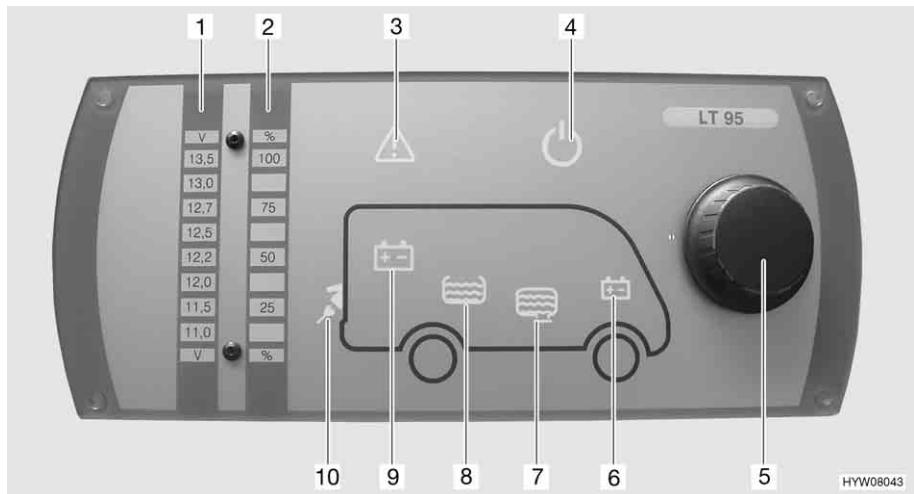

Fig. 70 Pannello di controllo (LT 95)
Il pulsante a rotazione (Fig. 70,5) inserisce o disinserisce il pannello di controllo e l'alimentazione a 12 V dell'abitacolo.
- Premere il pulsante a rotazione (Fig. 70,5): L'alimentazione a 12 V dell'abitacolo è inserita. La spia di controllo a 12 V (Fig. 70,4) diventa verde.
- Premere il pulsante a rotazione (Fig. 70,5): L'alimentazione a 12 V dell'abitacolo è disinserita. La spia di controllo a 12 V (Fig. 70,4) si spegne.
Mediante il pulsante a rotazione (Fig. 70,5) si possono interrogare sia la tensione della batteria dell'abitacolo che la tensione della batteria di avviamento. La tensione viene visualizzata sulla scala indicatore per la tensione della batteria (Fig. 70,1).
- Ruotare il pulsante a rotazione (Fig. 70,5), finché si accende il simbolo della batteria della quale deve essere interrogata la tensione.
Viene indicata la tensione della batteria dell'abitacolo (Fig. 70,9)
Viene indicata la tensione della batteria di avviamento (Fig. 70,6)
- Leggere la tensione sulla scala indicatore della tensione della batteria (Fig. 70,1).
Mediante il pulsante a rotazione (Fig. 70,5) si possono interrogare sia il livello del serbatoio dell'acqua che il livello del serbatoio delle acque grigie. Il livello viene visualizzato sulla scala indicatore livello dei serbatoi (Fig. 70,2).
- Ruotare il pulsante a rotazione (Fig. 70,5), finché si accende il simbolo del serbatoio del quale deve essere interrogato il livello.
Viene indicato il livello del serbatoio dell'acqua (Fig. 70,8)
Viene indicato il livello del serbatoio delle acque grigie (Fig. 70,7)
- Leggere il livello sulla scala indicatore del livello serbatoio (Fig. 70,2).
La spia luminosa Alarm (Fig. 70,3) lampeggia non appena i valori limite fissati vengono superati per eccesso o per difetto.
La spia luminosa Alarm (Fig. 70,3) lampeggia non appena la tensione della batteria scende al di sotto di 11 V. Se l'alimentazione a 12 V è accesa, si accende anche il relativo simbolo della batteria (Fig. 70,6 o 9), e l'indicatore "11,0" sulla scala indicatore della tensione della batteria (Fig. 70,1) lampeggia. Rischio di uno scaricamento totale della batteria.
La spia luminosa Alarm (Fig. 70,3) lampeggiava ed il relativo simbolo del serbatoio (Fig. 70,7 o 8) si accende non appena il serbatoio dell'acqua è vuoto o il serbatoio delle acque grigie è pieno.
La spia di controllo a 230 V (Fig. 70,10) si accende quando all'ingresso della centralina elettrica è presente una tensione di rete.